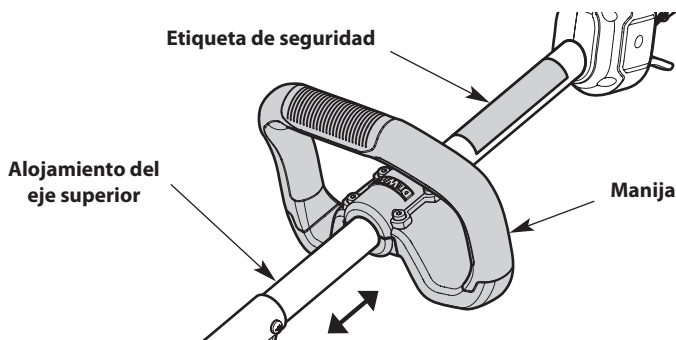

Fig. 5
5. Mantenga la unidad en la posición de funcionamiento. Mueva la manija hacia arriba o abajo del alojamiento del eje superior hasta que esté en una posición cómoda (Fig. 5). Compruebe que la manija esté ubicada más allá del extremo de la etiqueta de seguridad (Fig. 5).
2. Mantenga la unidad en la posición de funcionamiento. Mueva la manija hacia arriba o abajo del alojamiento del eje superior hasta que esté en una posición cómoda (Fig. 5). Compruebe que la manija esté ubicada más allá del extremo de la etiqueta de seguridad (Fig. 5).